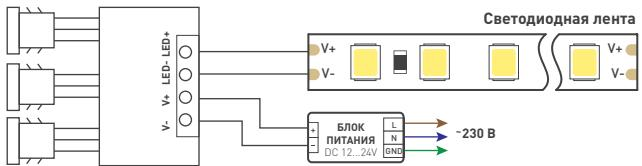

Рисунок 3. Схема подключения датчика SR-PRIME
3.3. Соблюдая полярность, подключите светодиодную ленту к выходу датчика [рис. 3].
3.4. Соблюдая полярность, подключите источник питания к входу датчика [рис. 3].